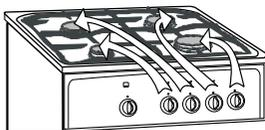

Рис. 8
- Прежде чем включить какую-нибудь из конфорок, следует убедиться в том, что выбранный регулятор относится к нужной конфорке. Положение регуляторов показано на рис. 8.